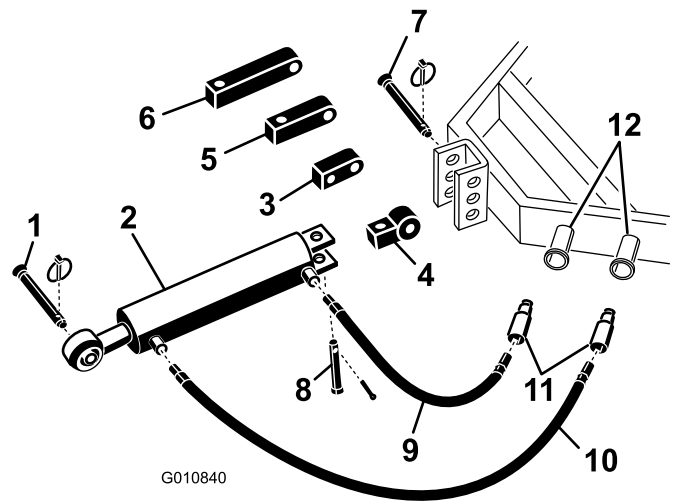

Figure 5
- Fixez le côté avec l'embout d'accouplement du bras de liaison supérieur hydraulique au tracteur avec les goupilles fournies avec le tracteur (Figure 5). Positionnez le bras supérieur de sorte que le côté tige soit dirigé vers l'aérateur. Les raccords du vérin doivent être dirigés vers le circuit hydraulique auxiliaire du tracteur.
Remarque: S'il est nécessaire que les raccords du vérin hydraulique soient tournés vers le haut, utilisez le bloc rotatif à la place du bloc de montage standard pour repositionner le vérin (Figure 5).
- Retirez la goupille cylindrique et l'axe qui fixent l'embout d'accouplement standard au vérin (Figure 5). Déposez l'embout d'accouplement du vérin.
- Montez le bloc rotatif sur le vérin avec les goupilles retirées précédemment (Figure 5).
- Raccordez le flexible hydraulique de 1 m au raccord du bras de liaison hydraulique supérieur le plus proche de l'aérateur Figure 5. Appliquez du ruban Téfalon ou du mastic d'étanchéité sur les filetages des flexibles pour prévenir les fuites.
- Raccordez le flexible hydraulique de 76 cm au raccord du bras de liaison hydraulique supérieur le plus proche du tracteur Figure 5. Appliquez du ruban Téfalon ou du mastic d'étanchéité sur les filetages des flexibles pour prévenir les fuites.
Si le vérin hydraulique n'atteint pas le support de montage de l'aérateur, utilisez un bloc d'extension au lieu du bloc de montage standard pour accoupler le vérin au tracteur (Figure 5).
- A. Retirez la goupille cylindrique et l'axe qui fixent l'embout d'accouplement standard au vérin (Figure 5). Déposez l'embout d'accouplement du vérin.
- B. Montez le bloc d'extension de la longueur voulue sur le vérin avec les goupilles retirées précédemment (Figure 5).